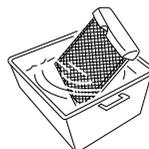

fig. 2
- Pentru a curăța filtrul, folosiți aspiratorul sau curățați-l delicat. Dacă filtrul este foarte murdar, trebuie să folosiți apă caldă împreună cu soluții cu putere medie de curățare. (fig. 2)